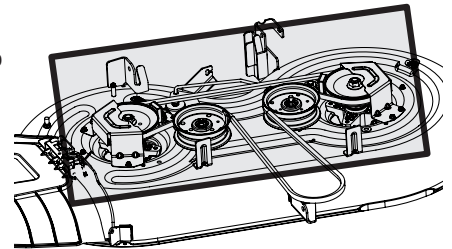

Figura 23
- Limpie la parte de arriba de la plataforma del tractor, debajo de las cubiertas de husillos y área de correas. Consulte la Figura 23.